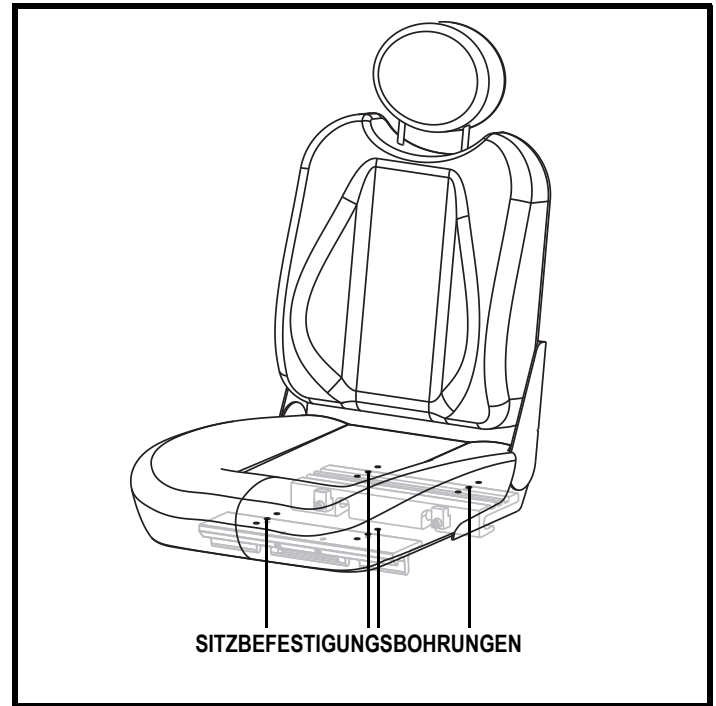

Abb. 16. Sitzbefestigungsbohrungen
7. Die Aluminiumelemente an andere Montagelöcher versetzen. Beide Aluminiumelemente müssen um dieselbe Anzahl von Löchern entweder nach vorne oder nach hinten versetzt werden. **Siehe Abbildung 16.**